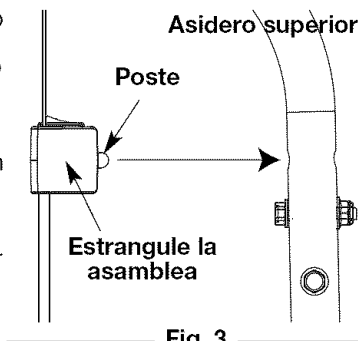

Fig. 3
9. Alinee el poste del conjunto de interruptor / control del regulador con el agujero que se encuentra en el lado del mango superior (Fig. 3).